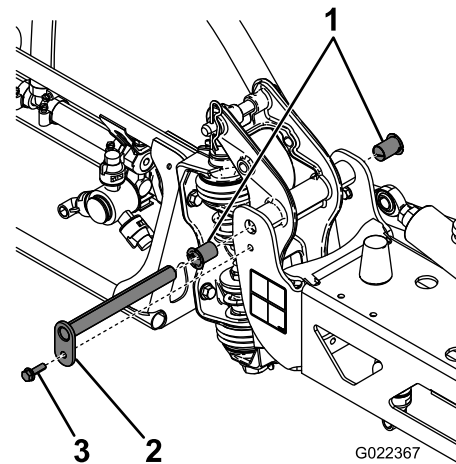

Figura 62
3. Com o peso da rampa suportado, retire o parafuso e porca que seguram o pino de articulação à rampa (Figura 62).
4. Retire o parafuso e porca que prende o pino de articulação e retire o pino (Figura 62).
- Retire e inspecione os casquilhos de nylon dos lados dianteiro e traseiro do suporte da articulação (Figura 62).
- Aplice uma pequena quantidade de óleo nas buchas de nylon e coloque-as no apoio da articulação (Figura 62).
- Instale a rampa e o apoio da articulação na estrutura central alinhando as aberturas (Figura 62).